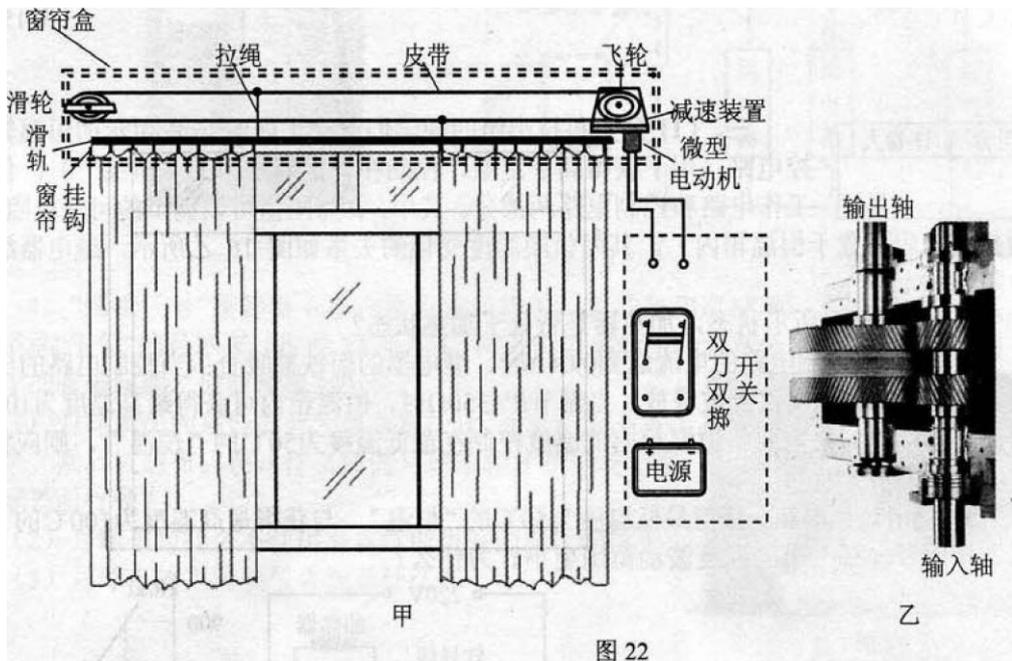

图 22
六、(15 分)小明自己设计并动手将房间里的窗帘改成电动窗帘。为此他购置了微型电动机及减速装置、电源、双刀双掷开关、滑轮、皮带、拉绳等器材，对原有的窗帘盒进行改造。1. 如图 22 甲所示，小明在窗帘盒(上方的双虚线框)内安装了电动装置，电动装置通过拉绳拉着窗帘一起运动。改变通过微型电动机的电流方向，就可改变其转轴转动的方向，从而将窗帘打开或关闭。利用双刀双掷开关，可以实现电源对电动机供电电流方向的改变。请在图 22 甲右侧的虚线框内，完成电源、双刀双掷开关和接线柱间的电路连接。2. 电动机的转速一般很高，需要安装减速装置，如图 22 乙所示。请说明减速装置的减速原理。3. 下表是所使用的微型电动机的部分数据。表格中，额定功率是“电动机在额定电压和额定电流下工作时的输出功率”，堵转电流是“在额定电压下，让电动机的转轴同定不动时的电流”。
- (1) 以额定功率运行时，该电动机的效率为多少？
- (2) 电动机的额外功率主要由热损耗和机械损耗造成，请分别求出以额定功率运行时，该电动机的热损耗功率和机械损耗功率？
- (3) 在图 22 甲中，减速装置、飞轮、皮带、滑轮、拉绳共同构成了传动装置。已知每半边的窗帘滑轨长度为 1.5m，要求自动窗帘能够在 6s 内从完全关闭到完全打开。拉动半边窗帘时，挂钩和滑轨间的平均摩擦力为 2N。则安装电动窗帘时，对传动装置的机械效率有何要求？